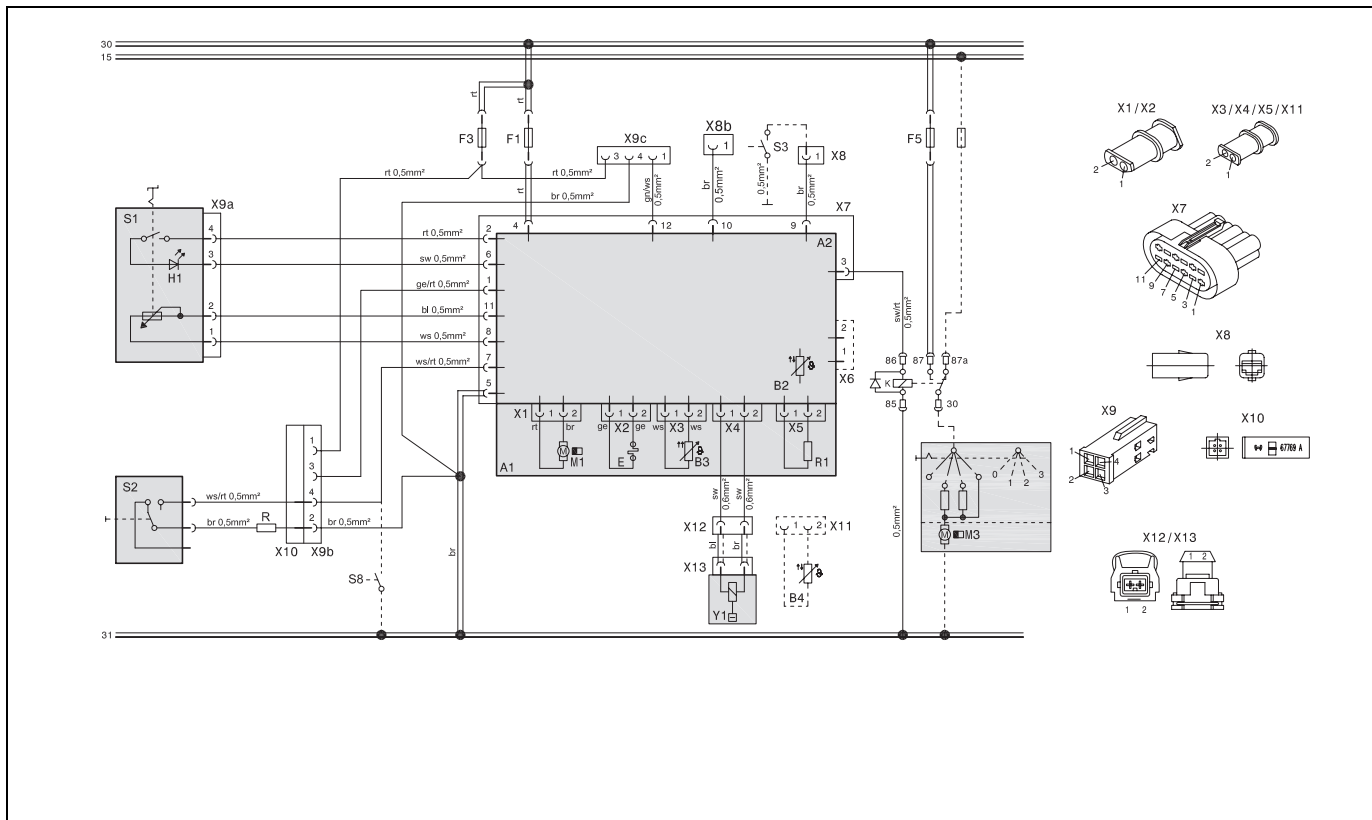
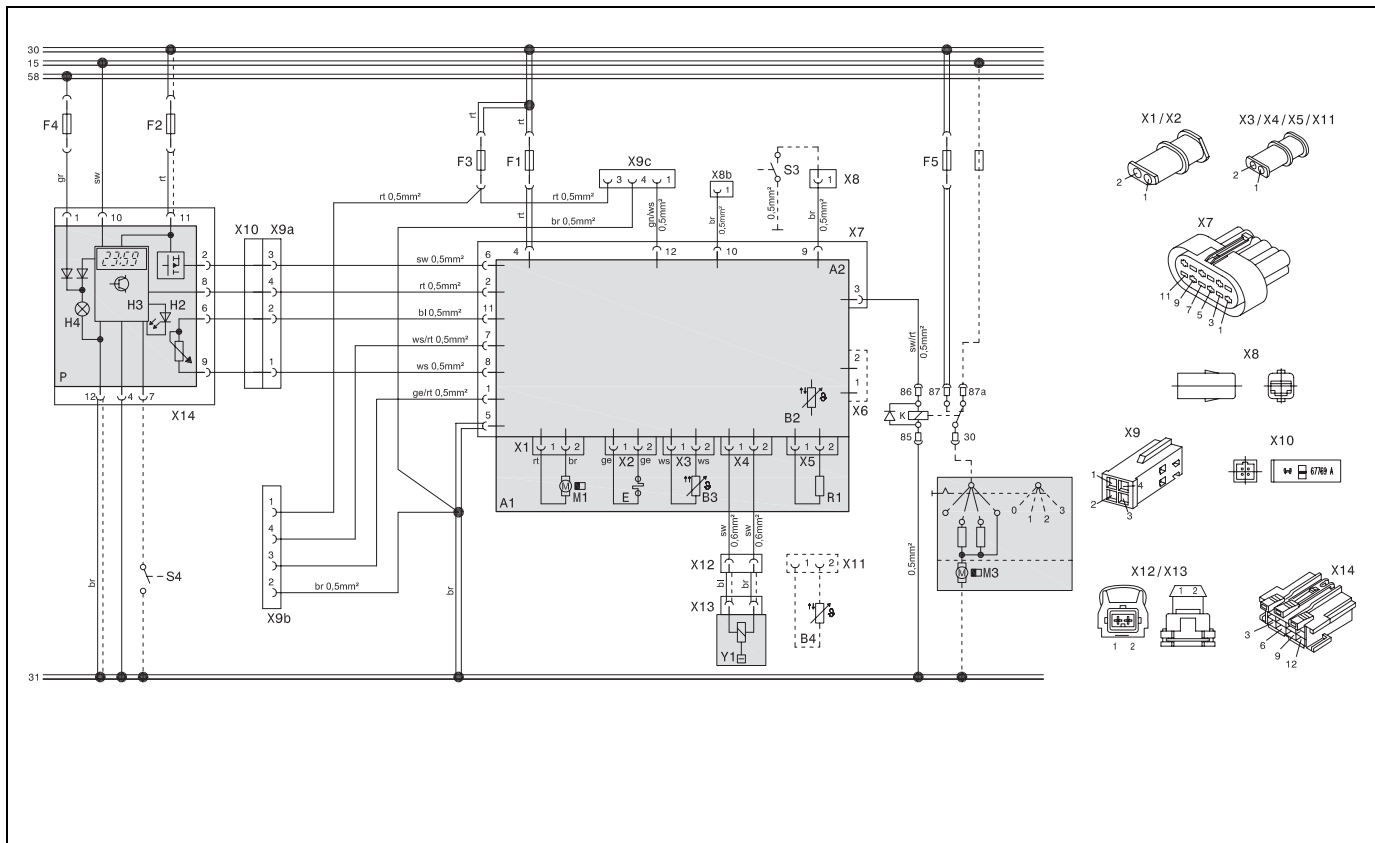

Fig. 34 Koblingskjema Air Top Evo 3900 og Air Top Evo 5500, 12 V / 24 V med betjenings-element og bryter for ventilasjon, for merking, se side 87 og 88
Fig. 36 Koblingskjema Air Top Evo 3900 og Air Top Evo 5500, 12 V / 24 V med kombiur og bryter for ventilasjon, for merking, se side 87 og 88
Ved bruk av kombi- eller standardur kan det for enkelhets skyld monteres en fjernbetjent bryter ved soveplassen. Koblingen må gjøres iht. koblings-skjema, fig. 36 og 37.
Den elektriske tilkoblingen må utføres iht. systemkoblingen (fig. 34 til 39).
3. Foreta de elektriske koblingene iht. koblingsskjema (Fig. 34, Fig. 36, Fig. 38)